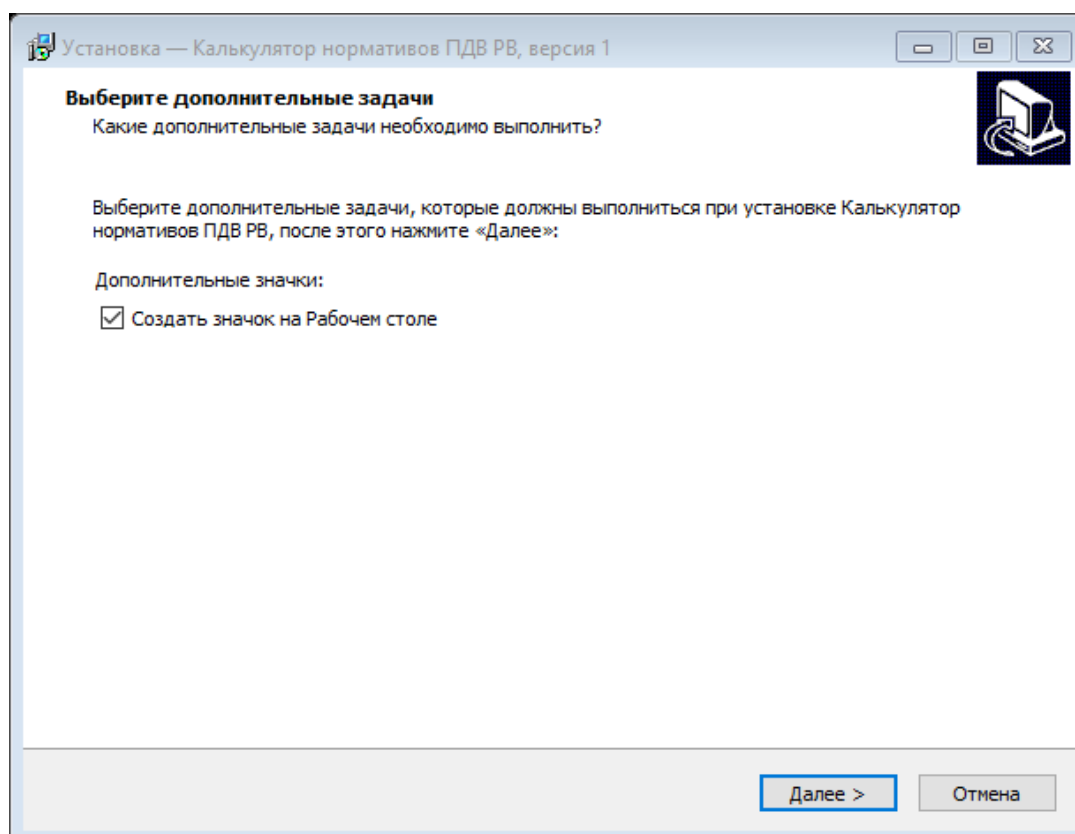

Рисунок 2 – Создание ярлыка
2) Поставить галочку (при необходимости) рядом с пунктом «Создать значок на рабочем столе» и нажать «Далее» (см. рисунок 2).